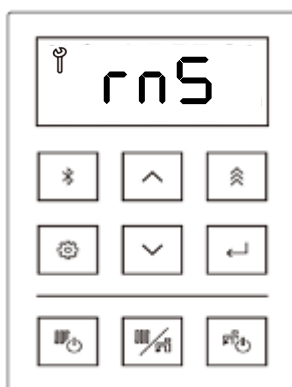

Figure 143
10. Après 60 minutes de rinçage, l'écran affiche « rnS » (rinçage) (figure 143) et un signal sonore retentit.